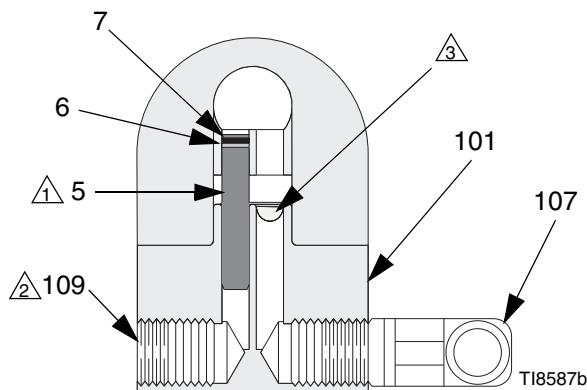

FIG. 1: Configurazione non a ricircolo in figura (vista sezionata)
1. Vedere FIG. 1. Applicare lubrificante antigrippaggio 222955 alle filettature e alle superfici di contatto del collettore (101), del tappo (109) e dei gomiti (107), forniti smontati.
2. Installare un gomito (107) in una porta del fluido del collettore (101) e un tappo (109) nell'altra porta.
3. Installare il tappo interno (5) nella porta del fluido della pistola sullo stesso lato del tappo del collettore.
4. Collegare la linea di alimentazione del fluido al gomito del collettore (107).
5. Installare la pistola sul collettore, utilizzando le quattro viti (17). Iniziare con le filettature di tutte le quattro viti, serrare per prime le due viti anteriori, quindi serrare le due viti posteriori a 7,3 N•m (65 pollici-lb).
- ⚠ 2 Sostituire con un nipplo di riduzione (107) quando viene utilizzato in sistemi a ricircolo.